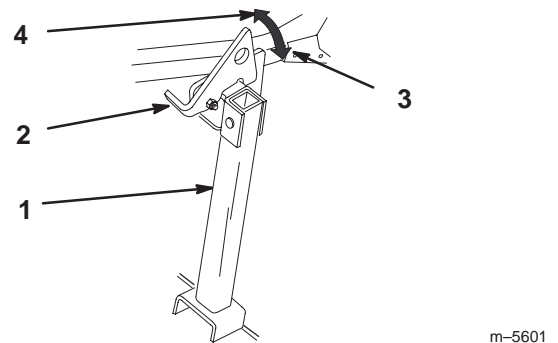

Figure 31
- Relevez le verrou en position d verrouill e (Fig. 31).